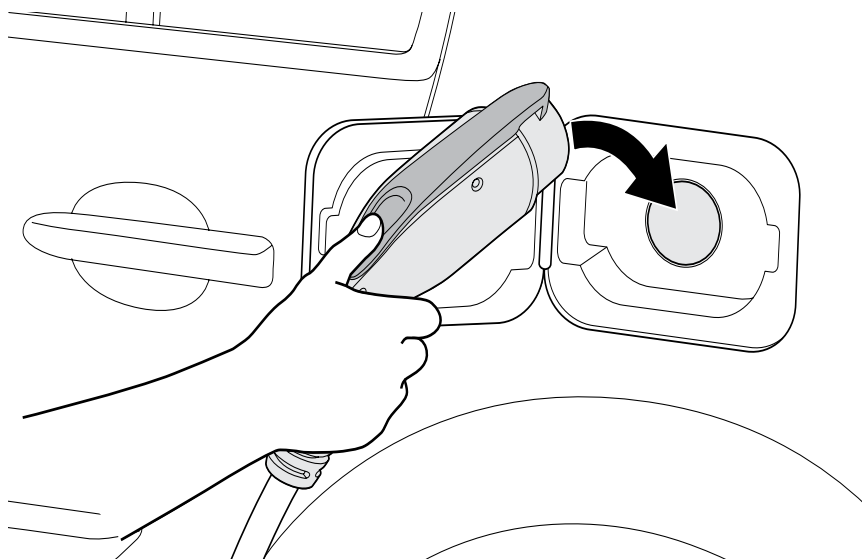

Figure 6-2. Raccordez la fiche au véhicule électrique
2. Voir la Figure 6-2. Débranchez la fiche du port de connexion et branchez-la sur le véhicule électrique pour démarrer le processus de charge.